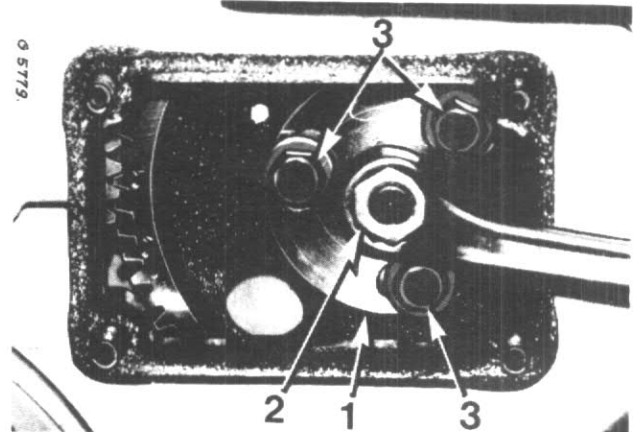

Figure 205
8. Montez la rondelle frein et l'écrou (2). Fig. 205.